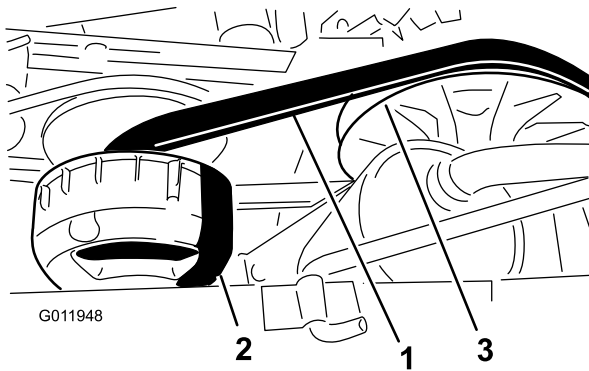

図 52
3. ベルト図 52 を手で回転させながら、磨耗や破損がないかを点検する。
3. 2次クラッチを回しながら2次クラッチ部分でベルトを外す(図 52)。
4. 1次クラッチからベルトを外す (図 52)。
5. 新しいベルトを一次クラッチに掛ける 図 52。
6. 2次クラッチを回しながら2次クラッチ部分でベルトを外す(図 52)。